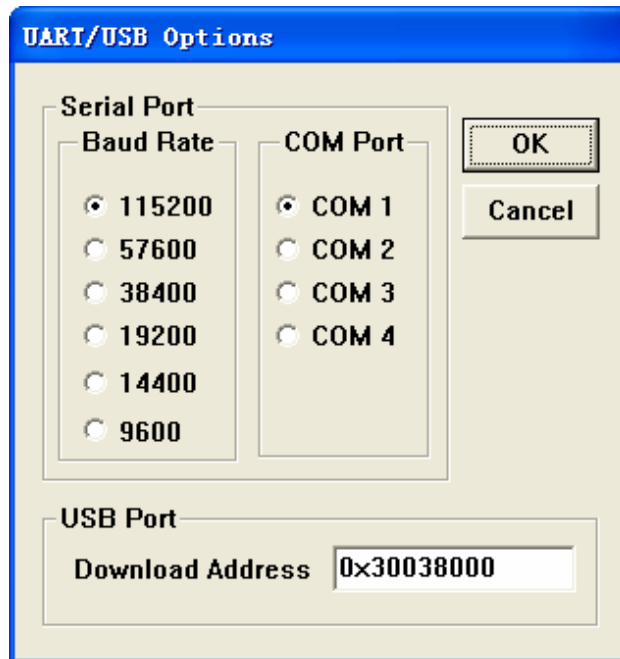

图4.3 串口设置
1. 用标准配置的串口线连接开发板 COM0 与 PC 串口。将光盘中 Tools\DNW 目录下的 DNW 文件夹拷贝到电脑硬盘，去除只读属性，然后运行 DNW 目录下的 DNW.EXE，在 DNW 菜单中 Configuration ->Options 进行设置，如图 4.3。